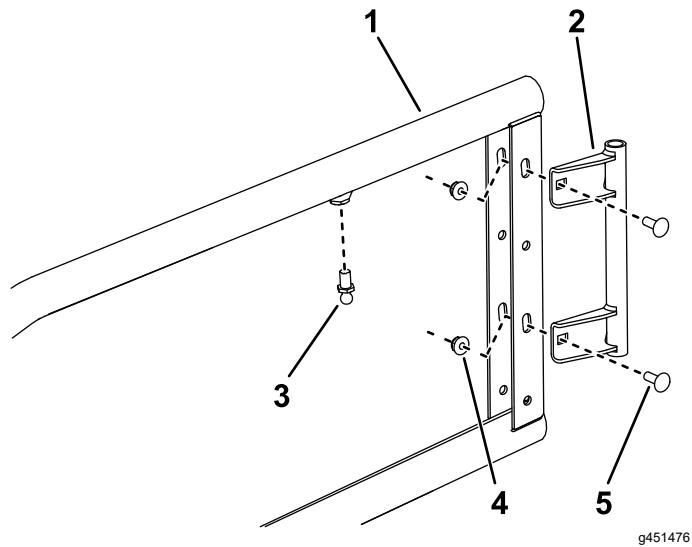

Bild 3
1. Befestigen Sie einen Türzapfen mit zwei Schlossschrauben und Sicherungsmuttern lose an den Schlitten im Türrahmen, wie in Bild 3 dargestellt.
2. Montieren Sie einen Bolzen am Türrahmen wie in Bild 3 dargestellt; ziehen sie ihn mit 10 bis 12 N·m an.